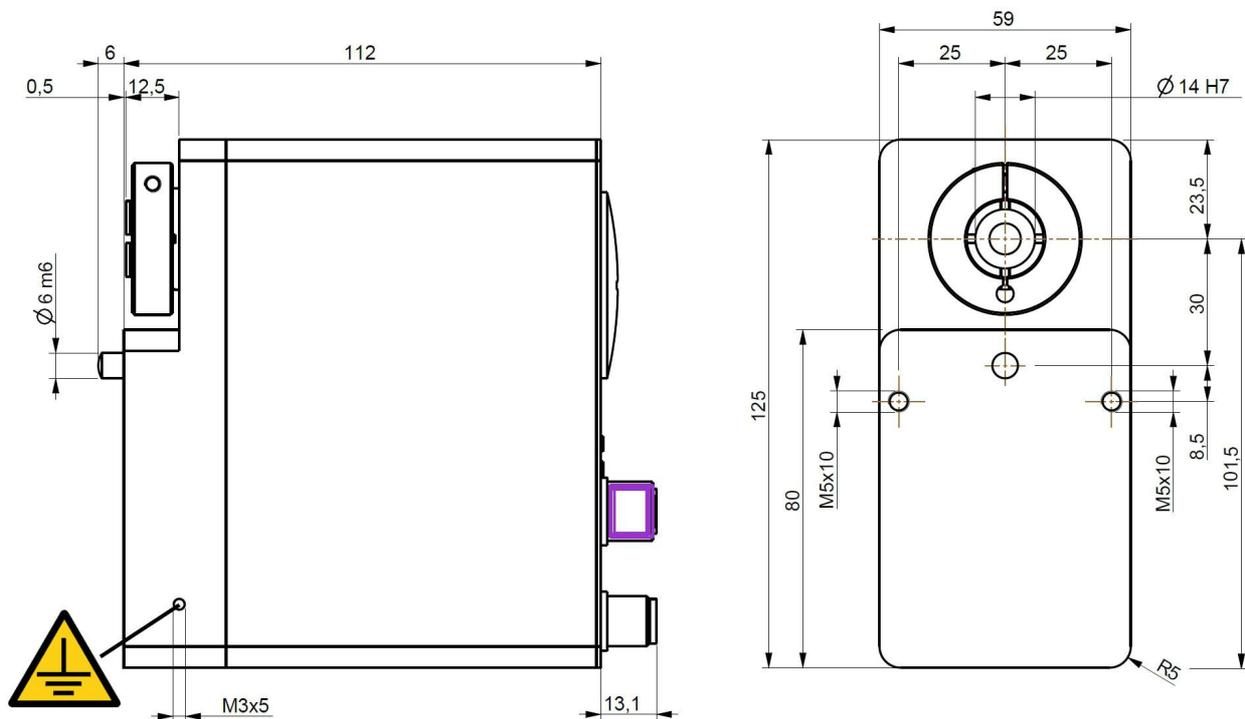
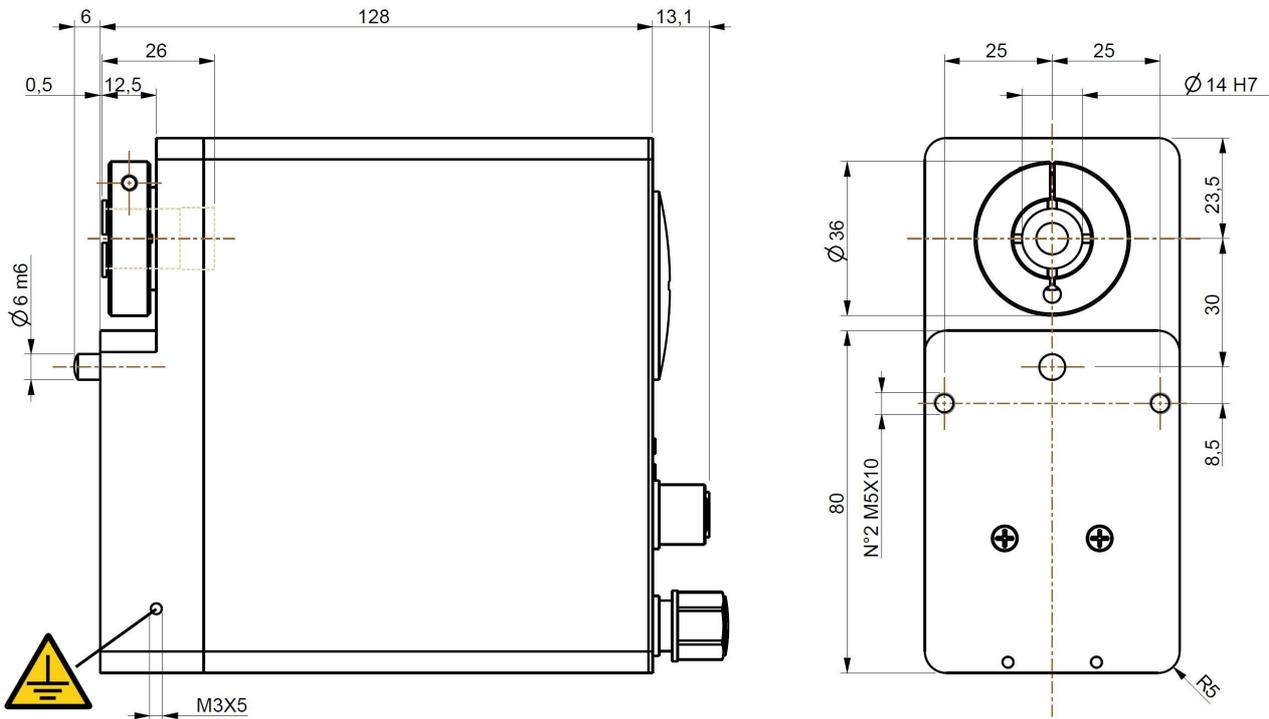

Figura 1 - Lay-out unità RD1A
Figura 2 - Lay-out unità RD12A
4.1 Collegamento messa a terra (Figura 1 e Figura 2)
Collegare il corpo del dispositivo a un buon punto di terra; si consiglia di utilizzare il punto di collegamento previsto (si vedano la Figura 1 e la Figura 2). Collegare la calza del cavo a un buon punto di terra sul lato utilizzatore. Collegare la calza del cavo al pressacavo del connettore metallico; si veda anche la nota al paragrafo successivo. In tutti i casi assicurarsi che il punto di terra sia privo di disturbi e il più vicino possibile al dispositivo.